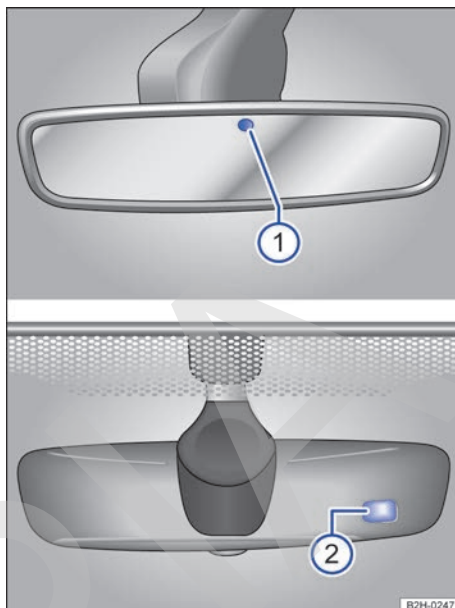

Fig. 89 Retrovisor interior antideslumbrante automático.
- Para oscurecer el retrovisor, tire de la palanca hacia atrás → fig. 89.
Legenda de la fig. 89: